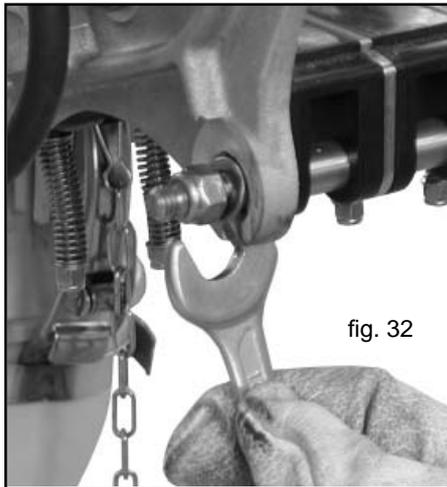

fig. 32
- 2) Das die innenliegenden Scheiben aus ihrem Sitz nach aussen gedruickt werden koennen (Abb. 32) und die Achsen freigeben.